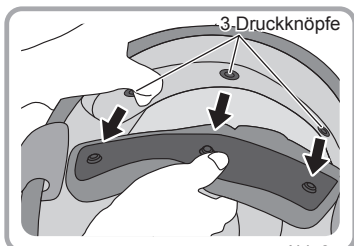

Abb.2
2. Öffnen Sie die drei Druckknöpfe an der Rückseite. Anschließend kann das Innenpolster abgenommen werden. (Abb.2)